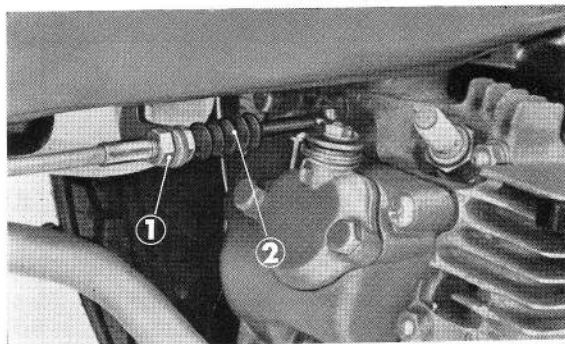

Figure 2-1 : ① écrou ② câble du décompresseur
3. Débrancher du moteur le câble de décompresseur (figure 2-1).